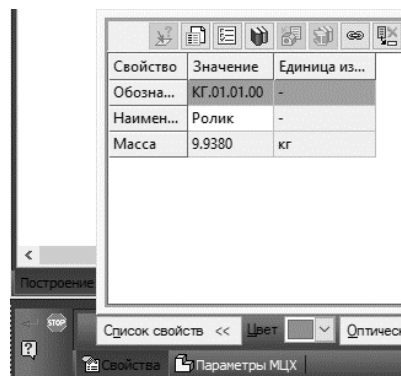

Рис. 12. Свойства модели
1.2.5 Для выхода из режима определения свойств сборки нажмите кнопку **Создать объект**  (рис. 12).